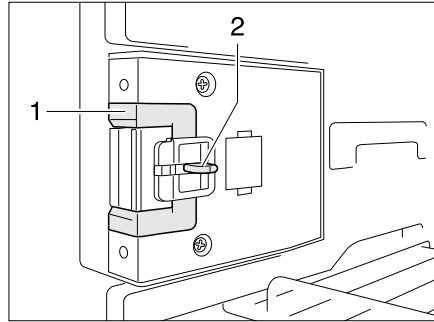
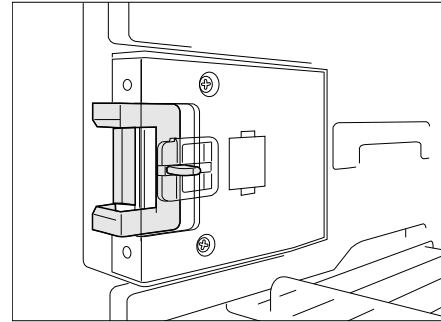

Bild 328 Verschlusseinrichtung in Normalstellung
Bild 329 Verschlusseinrichtung in Lüftungsstellung
- Die Entriegelung (Bild 328,2) eindrücken.
- Die Verschlusseinrichtung (Bild 328,1) nach vorn schieben (Bild 329).